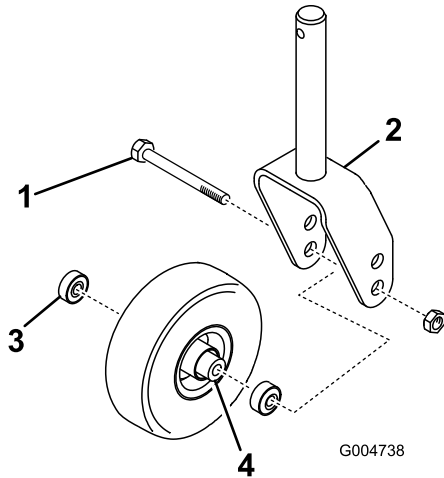

Figura 23
- Îndepărtați contrapiulia de pe urubul care fixează ansamblul rolei, între cadrul furcii rolei (Figura 23). Prindeți rola și glisați urubul din furcă sau din braul pivotant.
- Îndepărtați rulmentul din butucul roii și lăsați să cadă distanțierul rulmentului (Figura 23). Îndepărtați rulmentul de la partea opusă a butucului roii.